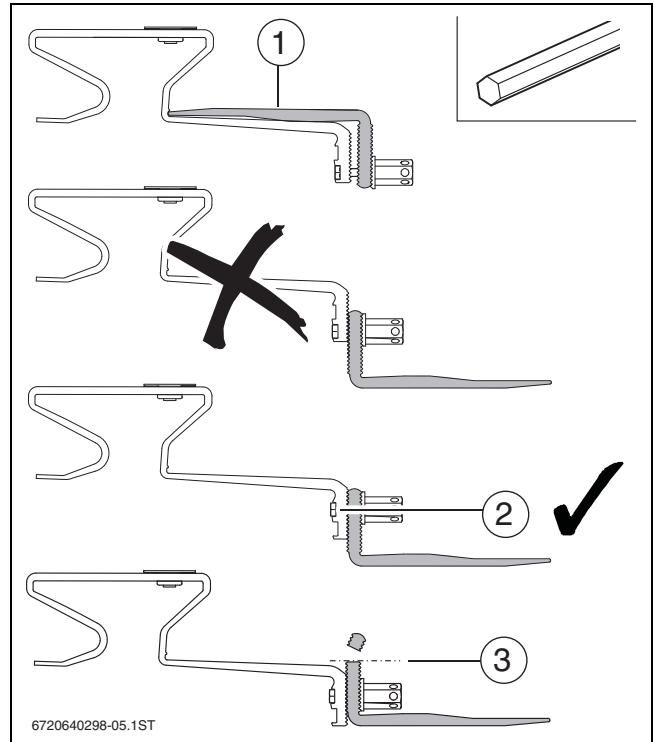

Bild 24 Sparrenanker vorbereiten
- Dachhaken-Unterteil in das obere Loch des Dachhakens umstecken. Mutter noch nicht festdrehen (→ Bild 24).